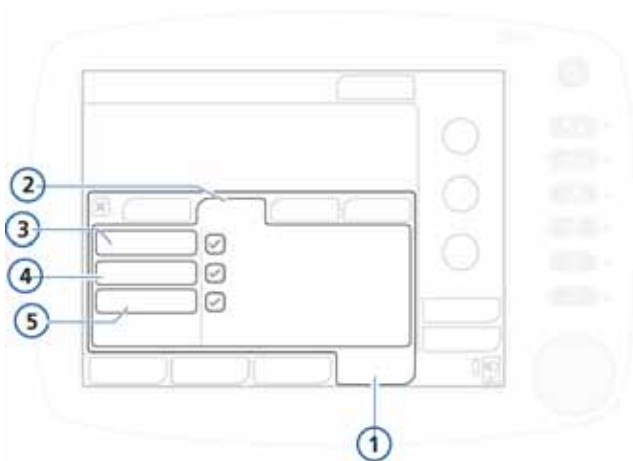

图 3-2. “测试与校正”窗口
2. 从**测试与校正窗口**激活**密闭性测试**（图 3-2）。
2. 从**测试与校正**窗口激活**流量传感器**测试（图 3-2）。